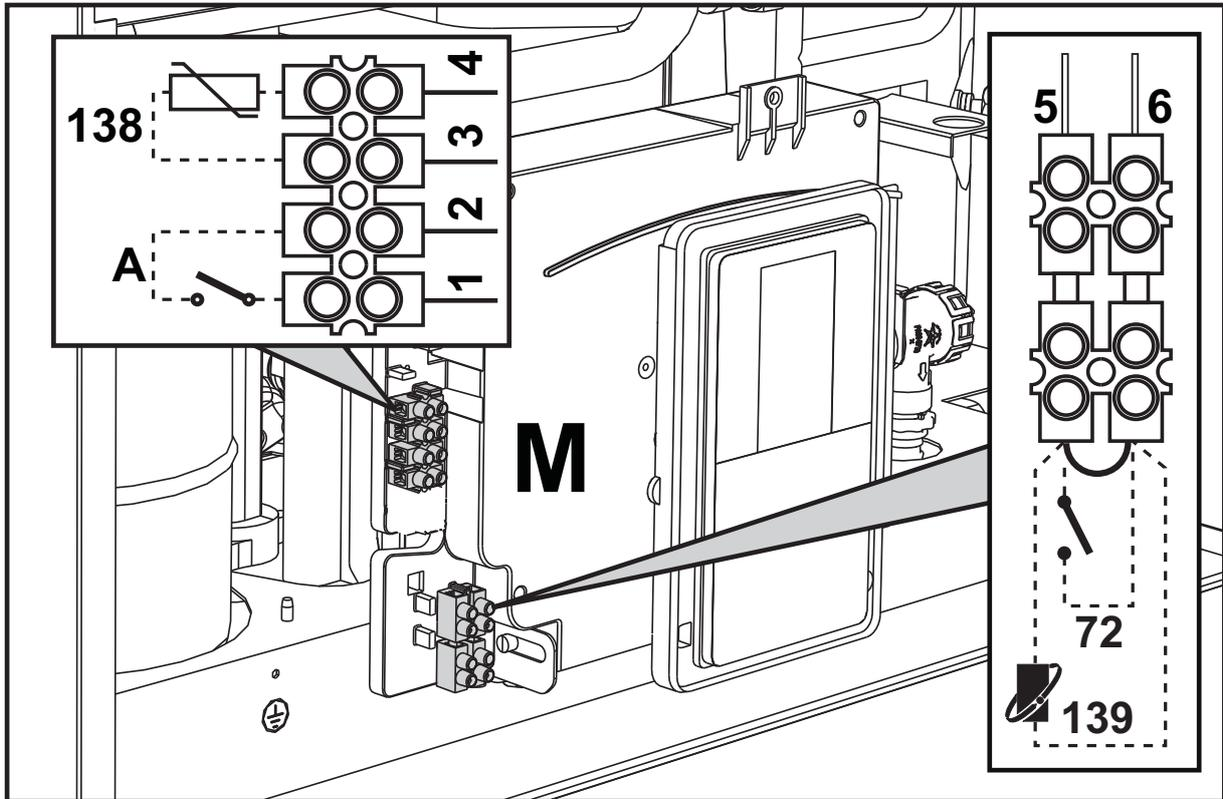

fig. 28
Después de quitar el panel frontal ("Apertura del panel frontal" en la pág. 111) es posible acceder a las borneras (M) y al fusible (F) como se indica a continuación. **Los bornes indicados en la fig. 28 deben tener contactos secos (no 230 V).** La posición de los bornes para las diferentes conexiones también se ilustra en el esquema eléctrico de la fig. 64.
Configuración del interruptor ON/OFF (A fig. 28)